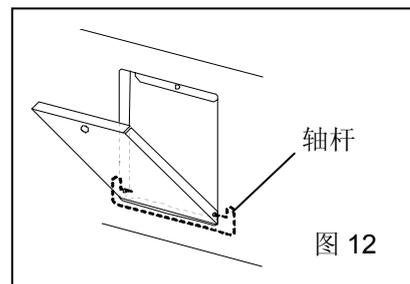

图 12
2. 卸下温度记录仪安装隔间面板上的螺钉。温度记录仪安装隔间在低温箱左前下方。打开面板并向外推动两边的轴杆以卸下面板。图 12。